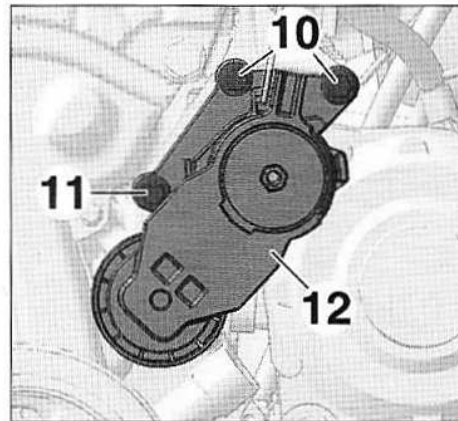

FIG.11
- Dégrafer les faisceaux électriques (7) du support (8).
- les vis (9),
- le support (8),
- les vis (10) (Fig.11).
- Desserrer la vis (11).
- Basculer le tendeur dynamique (12).
- la vis (11),
- le tendeur dynamique (12).